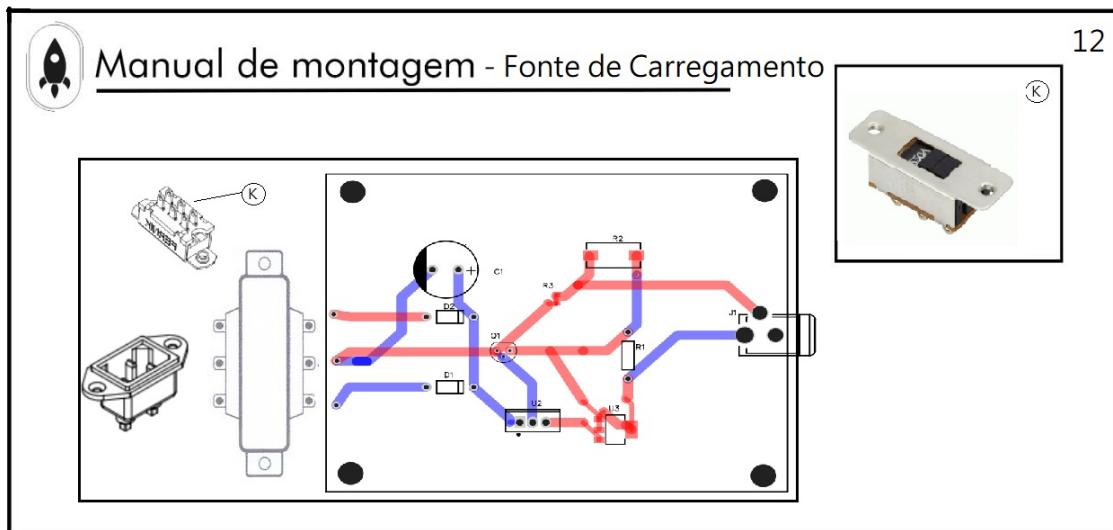
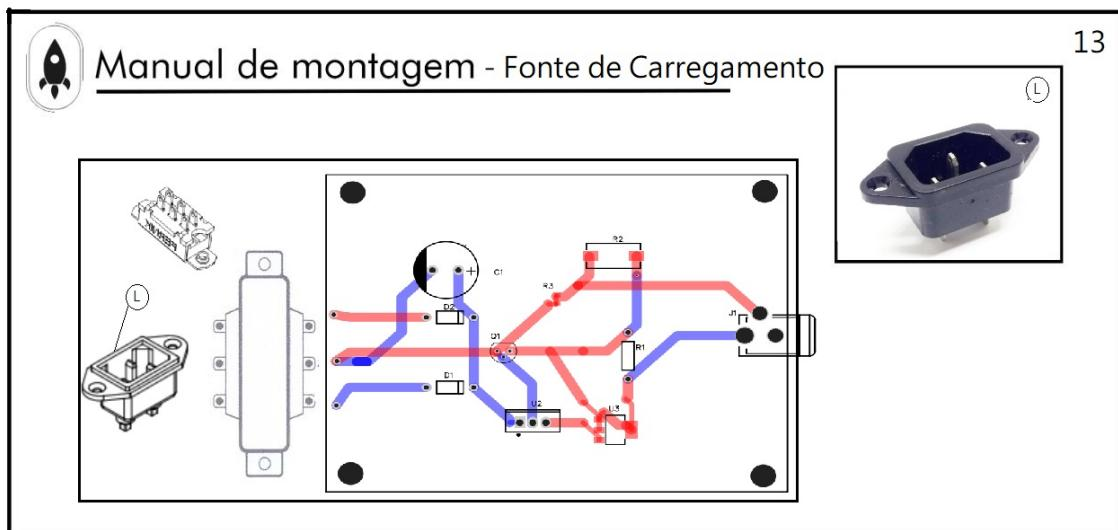

Figura 3.13: Chave seletora de tensão HH 127/220V.
Figura 3.14: Tomada de força lec 320 C14 - Macho.
Em seguida será fixado a chave seletora de tensão HH, figura 3.13, e a tomada de força na estrutura da fonte do carregador, figura 3.14. Para fixar use o processo citado anteriormente com uso de parafusos de 40mm e seguindo os passos explicados no item 4.4.